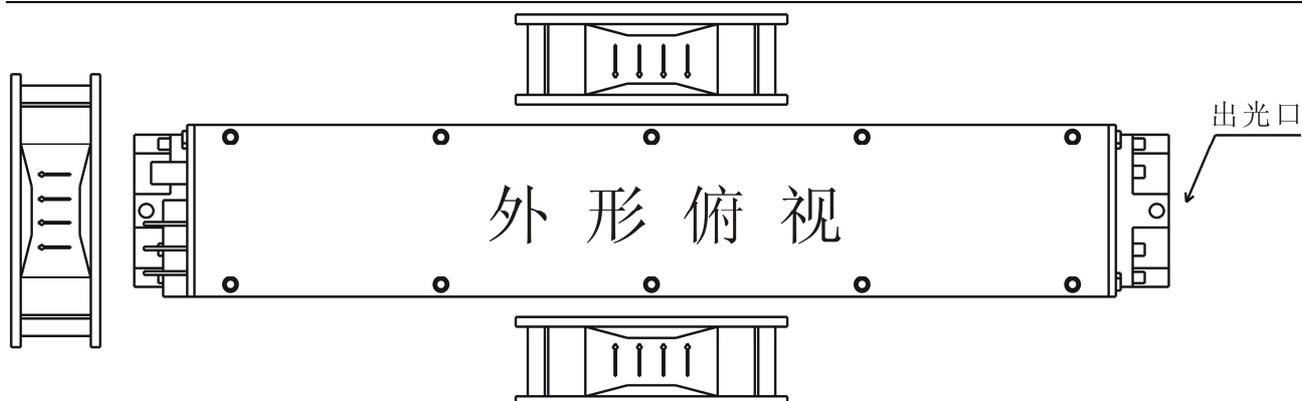

图1 标准风扇安装方法
4. 在机箱外壳上须装有排风装置(排风扇可安装在机箱尾部)，且机箱上须有通风孔，保证机箱内空气可以循环，热量可以及时从机箱内排出，以保证激光器良好的散热性能。（如图 1 所示）
- 后面板包括（见安装图 1）：